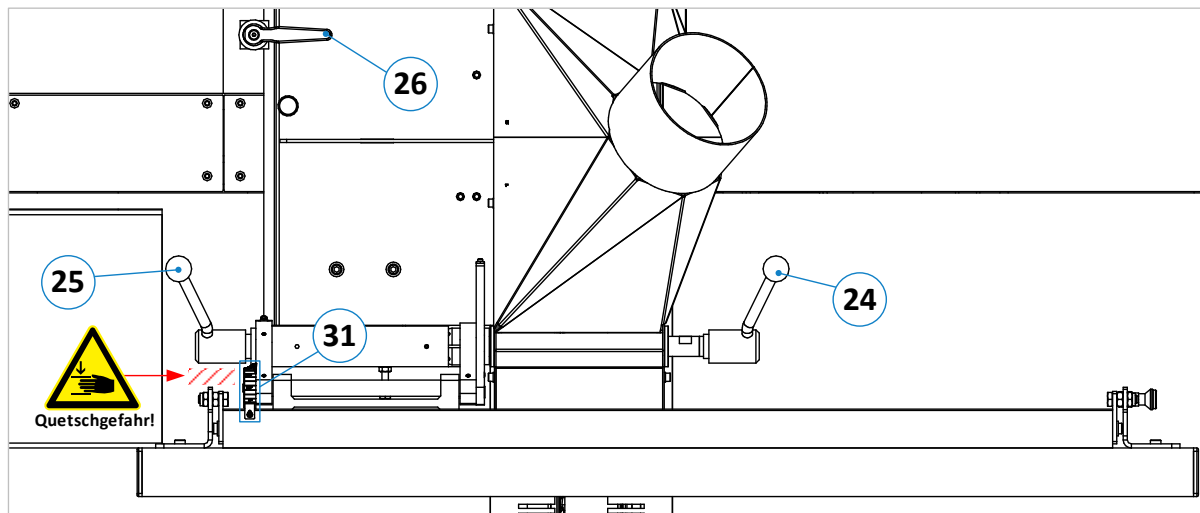
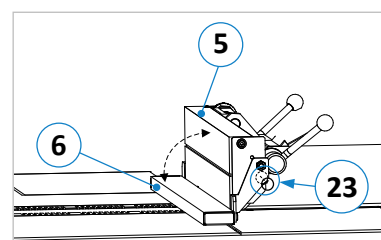

Abbildung 35: Abrichtanschlag von oben
Abbildung 36: Hilfsanschlag
Achtung: Quetschgefahr für Finger und Hände zwischen Stellhebel (25) und dem Hilfsanschlag (siehe ⇒ Abbildung 35)! Während der Winkleinstellung des Abrichtanschlages, sowie bei Messungen oder sonstigen Einstellarbeiten, den Hilfsanschlag immer nach unten zum Tisch klappen.
- Zum Hobeln schmaler Werkstücke oder bei Fügearbeiten ist der wegschwenkbare Hilfsanschlag (6) zu verwenden, der sich am Abrichtanschlag (5) befindet.
- Bei Nichtgebrauch den Rastbolzen (23) nach außen ziehen, den Anschlag nach oben schwenken (siehe ⇒ Abbildung 36) und den Rastbolzen (23) wieder einrasten lassen.